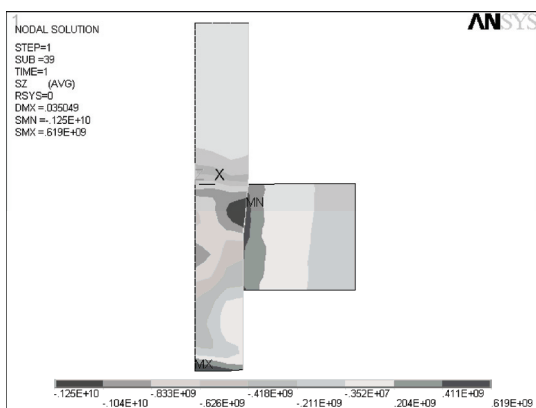

图 5-231 周向应力等值线图
5) 选择 Main Menu | General Postproc | Plot Results | Contour Plot | Nodal Solu 命令, 出现 Contour Nodal Solution Data 对话框, 选择 Nodal Solution | Stress | Z-Component of stress, 单击 OK 按钮, ANSYS 显示窗口显示周向应力场等值线图, 如图 5-231 所示。